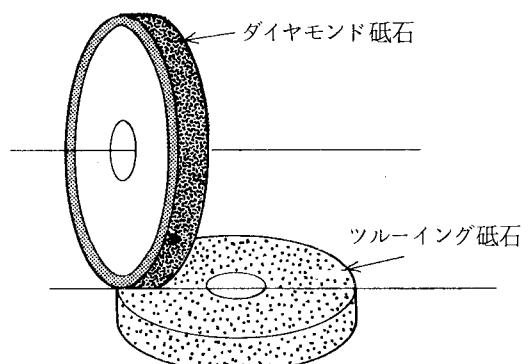

図 2-13
- ② ダイヤモンド砥石を手動で下方に送りツルーアイング砥石の外周に近い部分に近づける(図2-13)。
- ③ ビニールシートでおおって研削液を注水する。